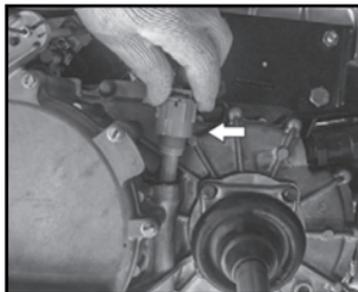

Fig. 16
1. Asegúrese de tener un nivel adecuado de gasolina de buena calidad en el depósito de combustible (Consulte la **Fig. 15**) y de aquellos aceites lubricantes recomendados en el motor - bloque motor (Consulte la **Fig.17**) y de transmisión (Consulte la **Fig. 16**).